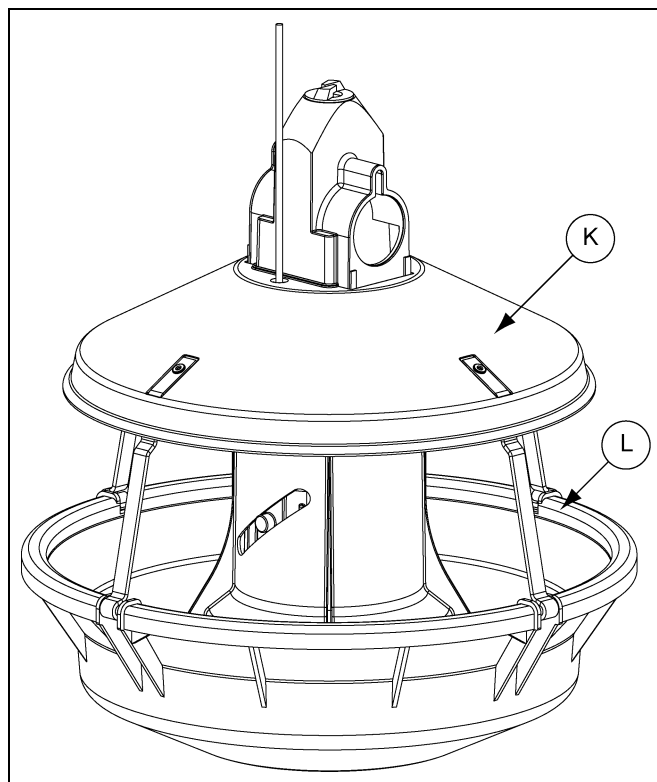

Рисунок 4Z
9. Установите щит (К) и кастрюлю (L). (см. рисунок 4Z.)